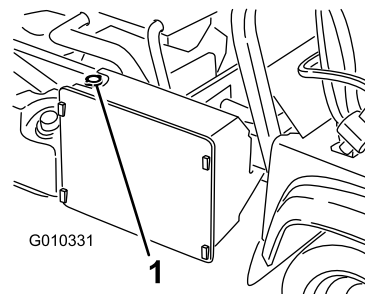

図 55
3. ラジエターキャップを取る 図 55。
4. 冷却液タンクのキャップを取る 図 55。
7. ラジエーター液を一杯にして、キャップを閉める 図 55。